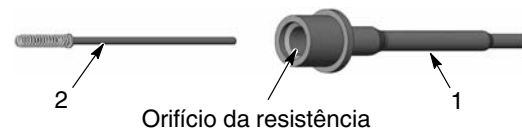

Figura 27 Remoção da resistência para fora do suporte
8. Consulte a figura 27. Retire a resistência (2) do suporte da resistência (1).
1. Consulte a figura 27. Injecte aproximadamente 0,60 centímetros cúbicos de massa dielétrica no orifício da resistência.